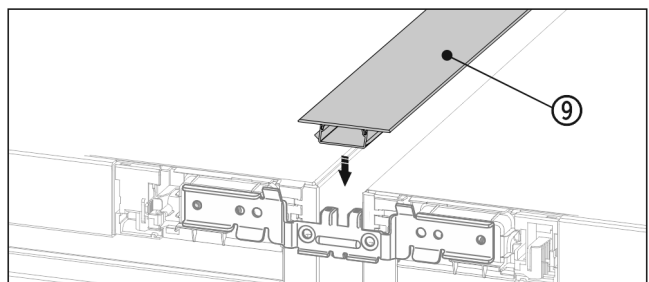

Fig. 22
- Auf der Oberseite die kurze Abdeckleiste Fig. 22 (9) in den horizontalen Spalt drücken.